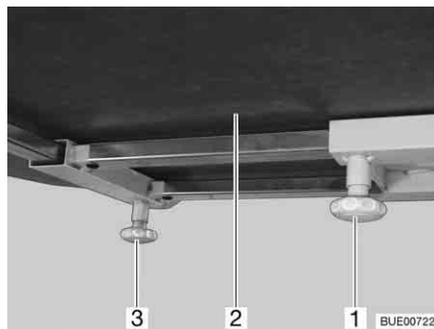

Fig. 119 Desplazar el tablero de la mesa (alternativa)
- Aflojar el tornillo moleteado (Fig. 119,1).
- Desplazar a la posición deseada el tablero de la mesa (Fig. 119,2).
- Aflojar el tornillo moleteado (Fig. 119,3).